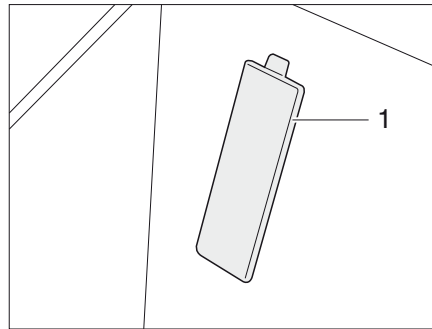

Bild 384 Täckplatta chassinummer (basfordon Fiat)
- ▷ På fordon med Fiat-chassi sitter chassinumret bakom en täckplatta (Bild 384,1) vid ingången på passagerarsidan.